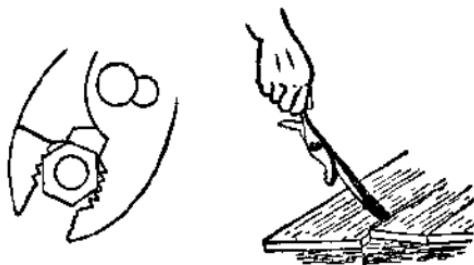

图5 不可代替扳手使用 不可代替撬棒使用
7. 不得以手钳代替扳手拧螺絲或代替撬棒使用（如图5）；起子刃应当棱角整齐，不得使用刃角变形的起子拆装起子口螺絲或代替鑿子、撬棒使用（如图6）。